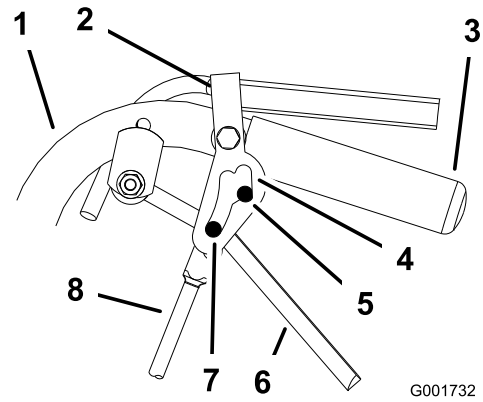

Bild 37
5. Lösen und aktivieren Sie die Neutral-Stellung und stellen Sie sicher, dass sich der Reifen nicht dreht (Bild 37). Tun Sie dies, bis sich der Reifen nicht mehr dreht.